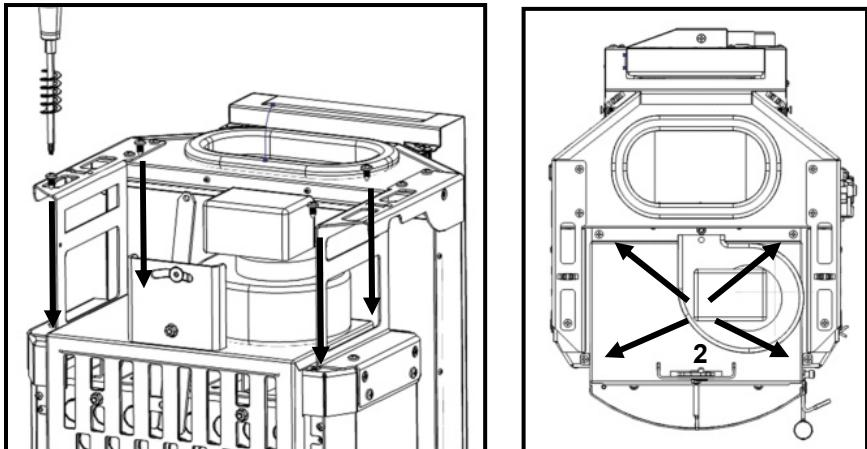

Figura 112 – Fixação do ventilador ao equipamento
e) Apertar o conjunto da Figura 112 na face superior da câmara de combustão utilizando 4 parafusos A (DIN 7981 5,5x13) nos furos preparados para o efeito (2).